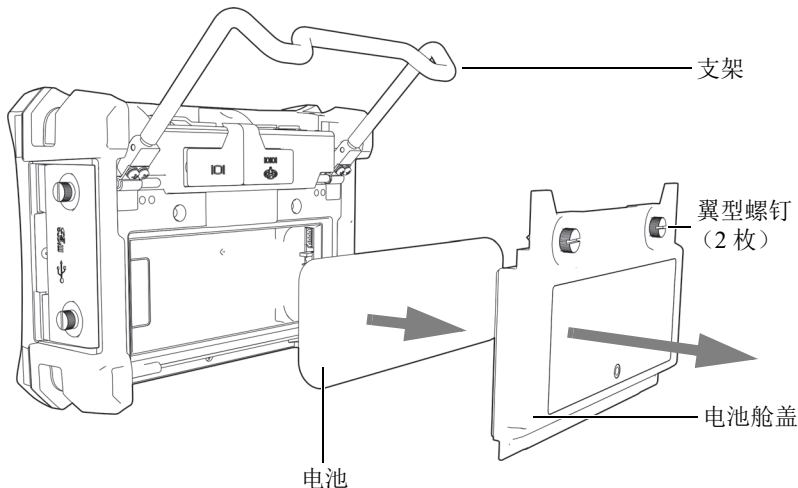

图 2-10 取出锂离子电池
1. 打开 BondMaster 600 仪器的支架（参见第 40 页的图 2-10）。